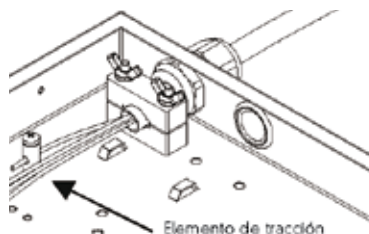

Figura 12. Anclaje en el interior de l bandeja
7.3.4 Fijar el elemento de tracción del cable en el orificio pasante Del soporte metálico para anclar el cable en el interior de la bandeja del DIO (figura 12) .